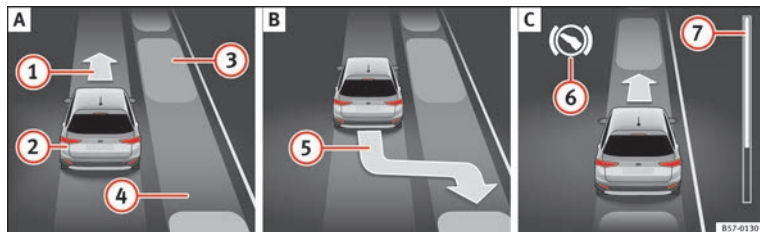
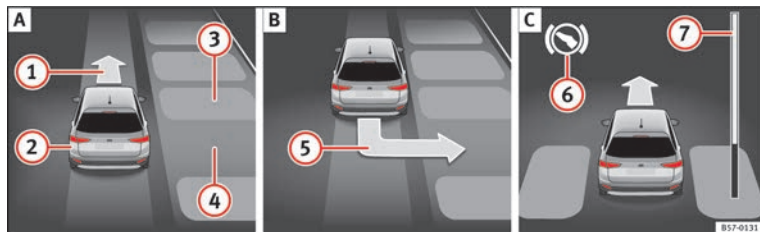

Bild 212 På instrumentpanelens display: Parallellparkering. **A** Hitta en parkeringsplats. **B** Parkeringsposition. **C** Manövrering.
Bild 213 På instrumentpanelens display: Vinkelrät parkering. **A** Hitta en parkeringsplats. **B** Parkeringsposition. **C** Manövrering.
Förklaring för **bild 212** och **bild 213**:
» **bild 212** ⑦ och » **bild 213** ⑦ på instrumentpanelens skärm visar det relativa avståndet som ska täckas. Ju större avstånd, desto fullare statusstapel. När du kör framåt, minskar statusstapelns innehåll uppåt och när du backar, minskar den nedåt.
2.	Titta på displayen på instrumentpanelen för att se om utrymmet som detekterats är "lämpligt" och om korrekt position för parkering har uppnåtts »» bild 212 [B] eller »» bild 213 [B]. Platsen anses vara "lämplig" om displayen på instrumentpanelen visar meddelandet att du ska parkera [5].
Backa tills en kontinuerlig signal hörs från din ParkPilot. ELLER: Backa tills instrumentpanelen visar meddelandet att du ska köra framåt »» bild 212 [A] [1] eller »» bild 213 [A] [1].
9.	Parkeringsassistenten styr bilen framåt och bakåt tills den placeras mitt i platsen »» bild 212 [C] eller »» bild 213 [C].